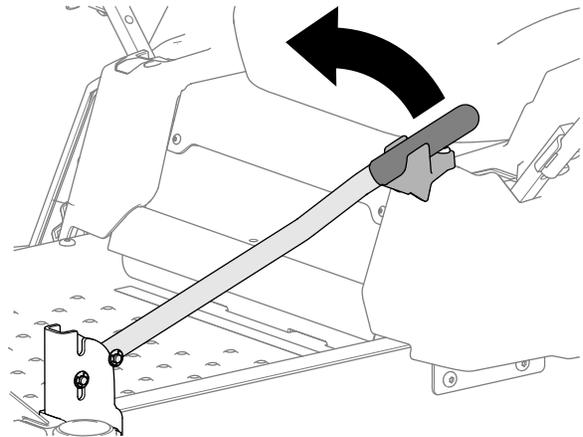

Рисунок 8
1. Поверните вспомогательную рукоятку, как показано на Рисунок 8.